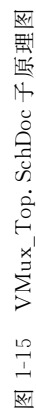

图 1-15 VMux_Top.SchDoc 子原理图
② 单击 VMux_Top. SchDoc 文件名,打开子原理图窗口,如图 1-15 所示。